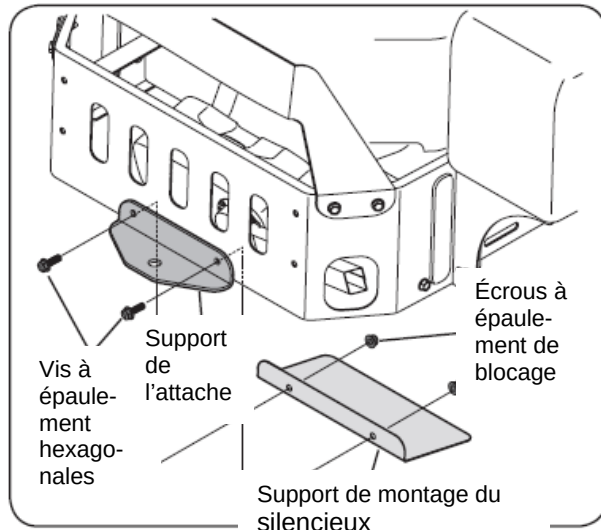

Figure 3-7
2. Installez le support de l'attache et le support de montage du silencieux tel que montré à la Fig. 3-7 et fixez-les à l'aide des vis à épaulement hexagonales et des écrous à épaulement de blocage.